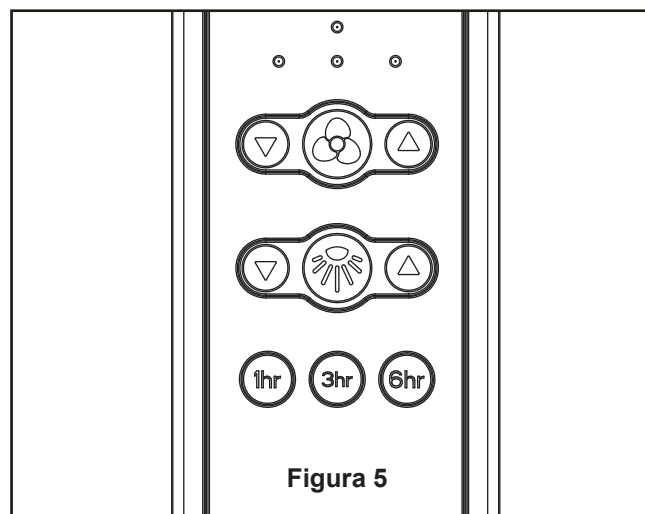

Figura 5
5. Extraiga uno de los tres tornillos del ensamble de la placa de iluminación y guarde el tornillo para pasos posteriores. Afloje levemente los otros dos tornillos. (Figura 5)
### 5. Funciones del control remoto: (Figura 5)